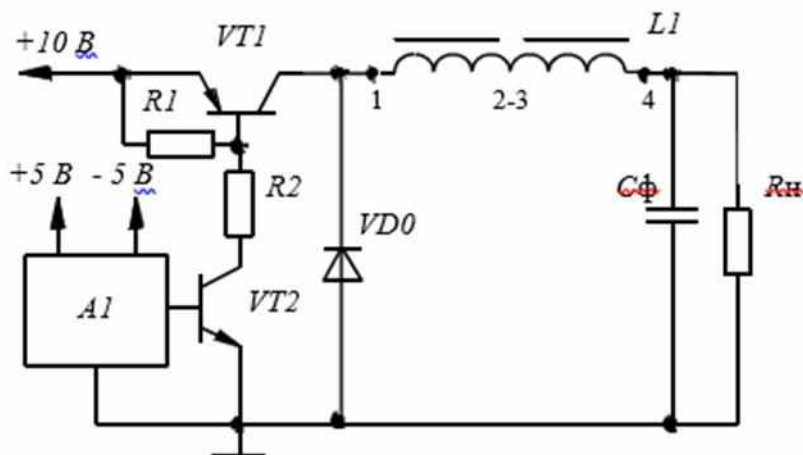

Рис. 1
Ознакомиться с теоретическими сведениями и методикой расчета ППН, схема которого приведена на рис.1. Рассчитать требуемые параметры и выбрать из справочника элементы силовой части преобразователя (ключ $VT1$, диод и конденсатор фильтра). Рассчитать КПД преобразователя учитывая потери в ключе, диоде и дросселе. При расчете принять следующие параметры:
3.1.Собрать на стенде схему регулятора постоянного напряжения в со-ответствии с рис.1
- 5.3. Что произойдет в схеме, если две обмотки дросселя включить не со-гласно, как на рис.1, а встречно?